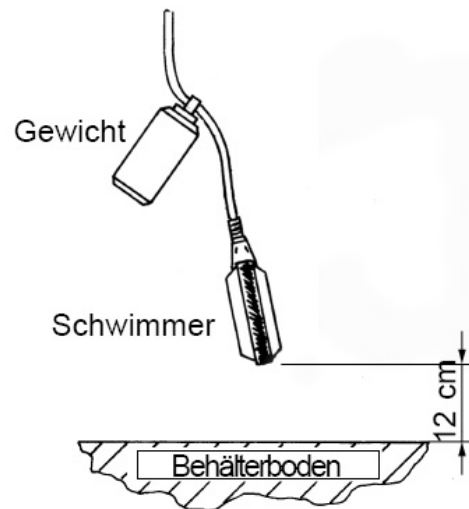

Abb.04
3. Den Schwimmer wie in Abb. 04 gezeigt anbringen.